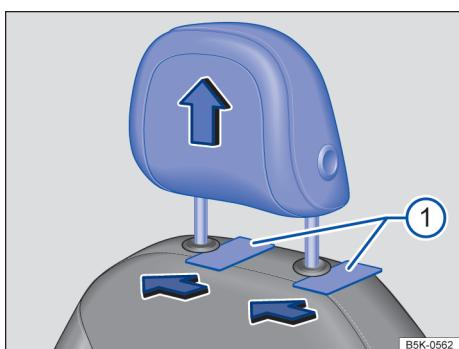
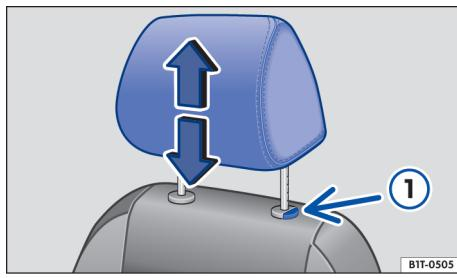

Fig. 66 Apoio para cabeça dianteiro: remover (variante 1).
Fig. 67 Apoio para cabeça dianteiro: remover (variante 2).
- Empurrar o apoio para cabeça totalmente para cima → **Fig. 66 ①** em *Introdução ao tema* na página 82.
- **Variante 1:** introduzir objetos planos entre o revestimento do encosto do banco e as capas de cobertura das barras de guia do apoio para cabeça, por exemplo, cartões de plástico → **Fig. 66 ①**. Retirar completamente o apoio para cabeça.
- **Variante 2:** Retirar o apoio para cabeça com o botão → **Fig. 67 ①** pressionado.
- Empurrar o apoio para cabeça para baixo com o botão → **Fig. 66 ①** ou → **Fig. 67 ①** pressionado.